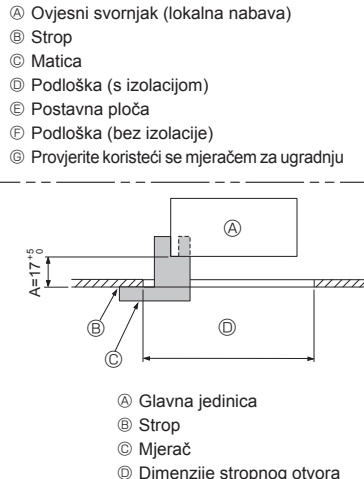

Fig. 3-7
- Pobrinite se da A izvedete u rasponu od 17 do 22 mm. Ako se ne pridržavate ovoga raspona, može nastati oštećenje. (Fig. 3-7)